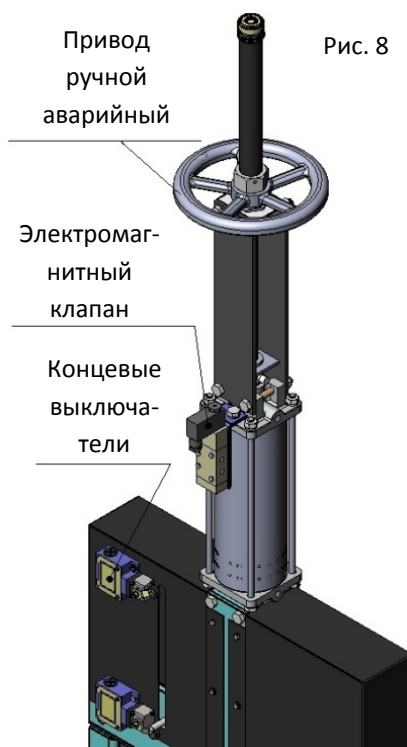

Рис. 8
**Электромагнитные клапаны (Рис. 8):**
Концевые выключатели или детекторы для указания крайних положений задвижки, а также позиционеры для указания текущего положения задвижки (Рис. 8).
**Ручной аварийный привод (маховик / редуктор) (Рис. 8):**